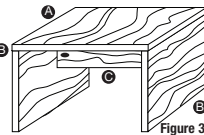

Figure 3
3. Drill the pocket hole(s) until the stop collar hits the base. For cleaner cut holes and easier drilling, do not drill the entire depth with one stroke. Instead, use short strokes until the drill has reached its final depth (see Figure 3). When finished, unclamp the work piece and remove from the jig.
3. Percez le/les trou(s) à angle jusqu'à ce que le collier de butée entre en contact avec la base. Pour obtenir des trous plus nets et pour faciliter le perçage, ne percez pas toute la profondeur à la fois. Il vaut mieux effectuer des perçages brefs jusqu'à ce que la perceuse ait atteint le fond. Une fois que vous avez terminé, desserrez le morceau de bois et retirez-le du gabarit (voir la figure 3).